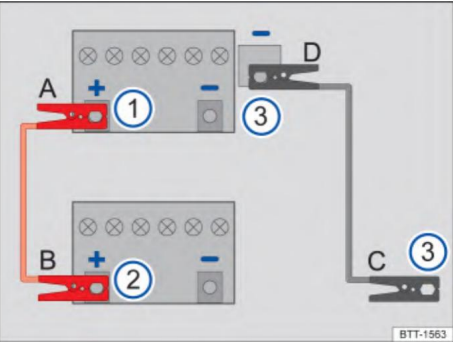

Рис. 180 Принципиальная схема подключения пускового вспомогательного кабеля
для запуска. Подключайте соединительные кабели только в порядке А – В – С – D Рис. 180.
– Подсоедините один конец красного пускового кабеля к положительному полюсу (+) 12-вольтовой бортовой батареи Рис. 180 1 Разряженный автомобиль .
– Подсоедините другой конец красного соединительного кабеля стартера к положительному полюсу (+) подающего автомобиля Рис. 180 2 .
– Подсоедините один конец черной пусковой перемычки Рис. 180 3 предпочтительно к контакту запуска от внешнего источника (массе) подающего автомобиля или к прочной металлической детали, надежно привинченной к блоку цилиндров двигателя или к двигателю подающего автомобиля на сам цилиндр.
– На автомобилях с разряженной аккумуляторной батареей подсоедините другой конец черного кабеля помощи при запуске двигателя Рис. 180 3 предпочтительно к контакту запуска от внешнего источника (масса), или к металлической детали на блоке цилиндров, или к самому блоку цилиндров. – Прокладывайте жилы соединительных кабелей так, чтобы они не мешали
- При работающем двигателе необходимо отсоединить соединительные кабели в последовательности D – C – B – A Рис. 180. – Обратитесь к нашему официальному дилеру для проверки 12-вольтовой бортовой батареи.